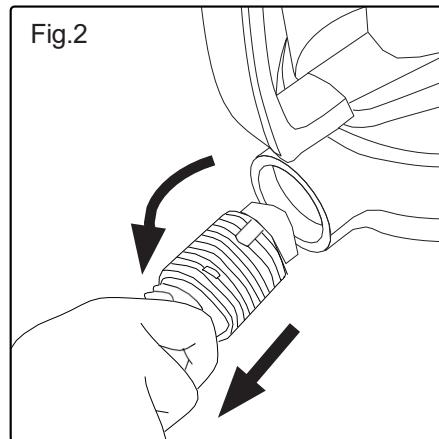

Fig.3
- ◆ Sluk for apparatet med tænd/sluk-knappen. (G)
- ◆ Rul kablet tilbage ved at trykke på rullekabelknappen og før kablet ind i apparatet. (F)
- ◆ Dette apparat har et håndtag på den forreste del af maskinen, hvilket letter komfortabel transport (H).
- ◆ Du kan bruge parkeringshjælpen på bagsiden af støvsugeren ved at skyde krogen på børsten ind i fordybningen på bagsiden af apparatet (fig. 3).